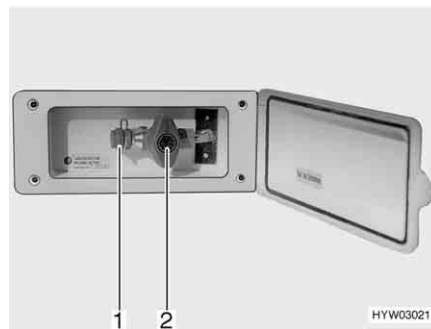

Fig. 99 Raccordement externe de gaz avec robinet d'arrêt de gaz fermé
Le raccordement externe de gaz (Fig. 99) se trouve, selon les modèles, à l'arrière ou sur le côté gauche ou droit du véhicule.
- Raccorder l'appareil à gaz externe sur le raccord (Fig. 99,1).
- Ouvrir le robinet d'arrêt de gaz (Fig. 99,2).